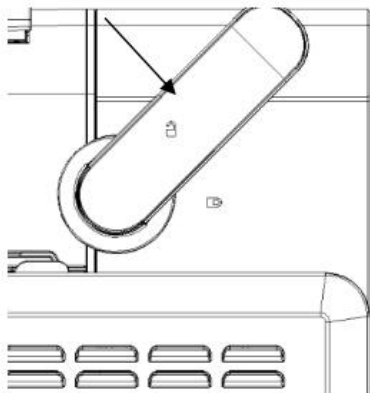

Figure 3
1. Ziehen Sie den Netzstecker, drehen Sie den Schalter des Ladebehälters in die Entriegelungsposition (siehe Abbildung 3), entfernen Sie den Ladebehälter und nehmen Sie dann das Mischlüfterblatt heraus, um es zu reinigen und mit einem Handtuch zu trocknen.